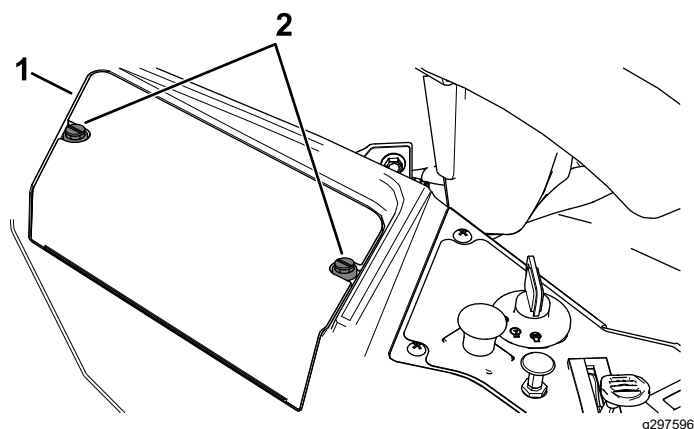

Figura 54
3. Afloje las 2 fijaciones en la tapa de la batería 1/4 de vuelta en sentido antihorario y retire la tapa de la batería (Figura 54).
6. Instale la tapa de la batería presionando hacia abajo y apretando las 2 fijaciones en sentido horario (Figura 54).